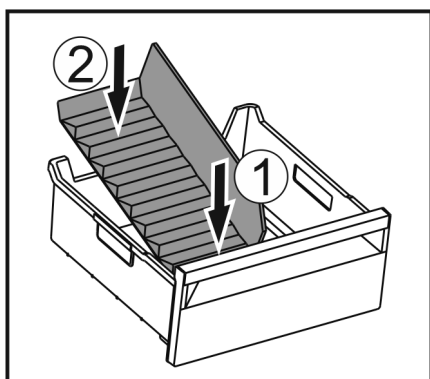

Fig. 35
- Vložte oddeľovač najskôr vpredu Fig. 35 (1).
- Spustite nadol zadnú časť Fig. 35 (2).